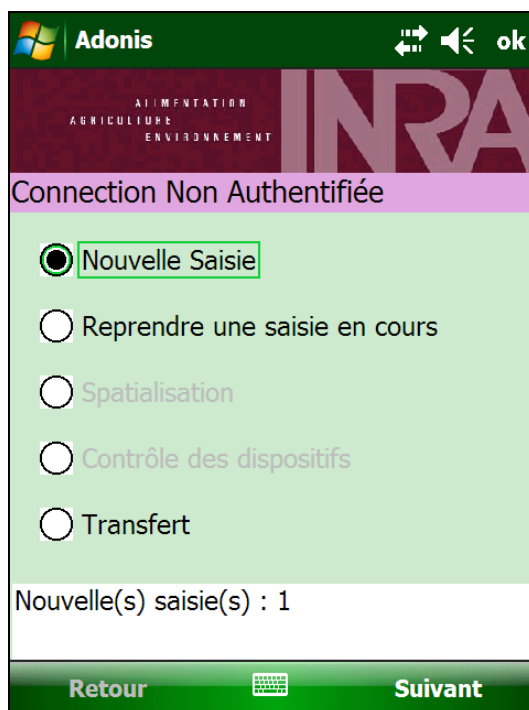

Figure II.3 Page d'accueil
- « Interrompre » permet de suspendre le travail. Vous pourrez par la suite le reprendre en choisissant « Reprise d'une saisie en cours » au lancement de l'application. (Figure II.3)